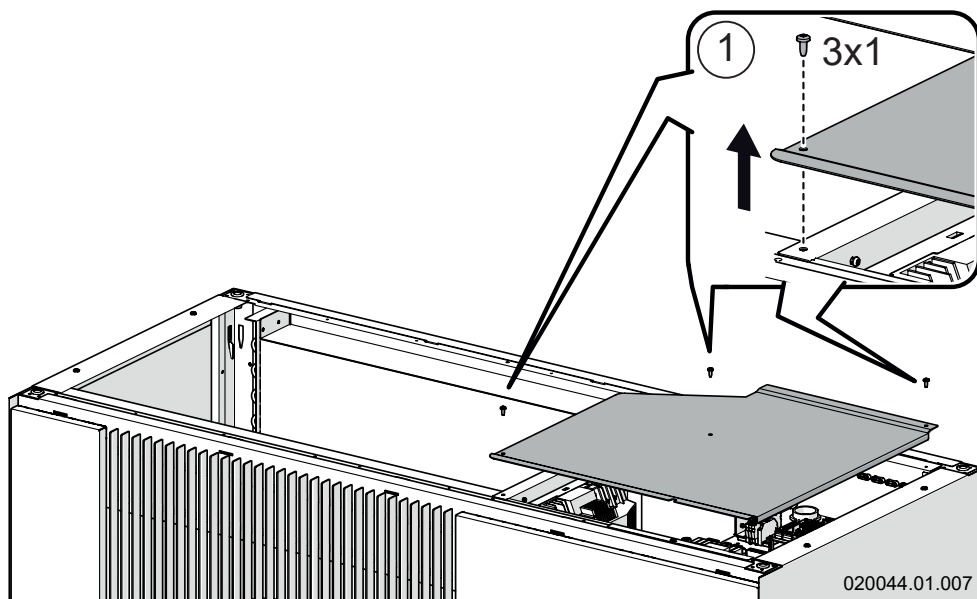

Figura 5-21 - Rimozione pannello protezione schede elettroniche e morsettiera di potenza
3.-rimuovere il pannello di protezione delle schede elettroniche e della morsettiera connessioni elettriche (Figura 5-21).